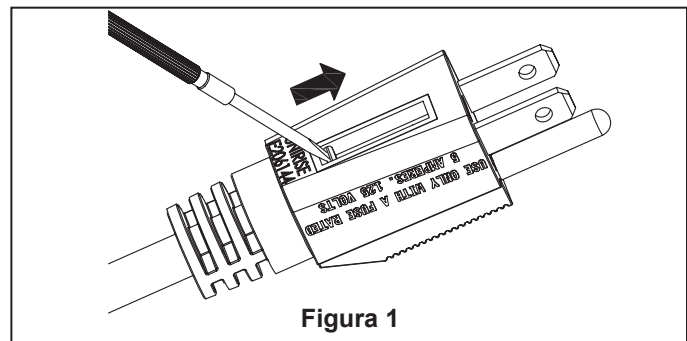

Figura 1
2. Abra la carcasa del fusible ubicada en la parte superior del enchufe deslizando hacia las clavijas (Figura 1).